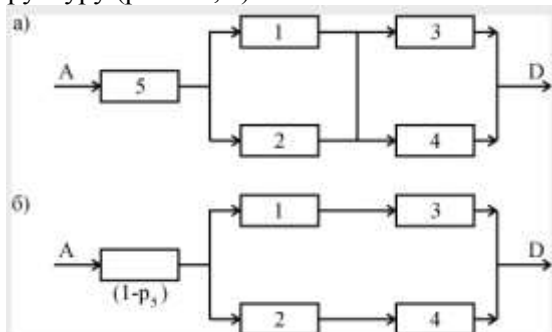

Рисунок 11 - Приклад розкладання місткової структури по базовому елементу
2. Закорочуємо базовий елемент, тобто зробимо допущення про абсолютну його провідність. Приєднаємо до отриманої структури послідовно базовий елемент з характеристикою його надійності  $p_5$ . В результаті замість вихідної структури отримаємо нову структуру (рис. 11, а).
До отриманої структури приєднаємо послідовно базовий елемент з характеристикою його ненадійності  $(1-P_5)$ . В результаті отримаємо структуру (рис. 11, б).
4. Шукана ймовірність дорівнює сумі ймовірностей структур (рис. 11, а, б), кожна з яких паралельно-послідовна. Тому